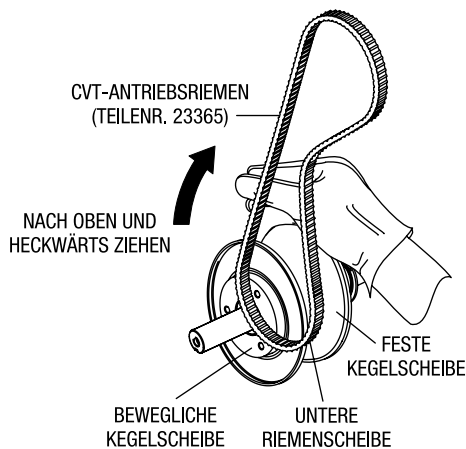

Abb. 31. Untere Riemenscheibe geöffnet halten
- Neuen CVT-Riemen auf die untere Riemenscheibe setzen. Den Riemen zusammendrücken (Abb. 31) und nach oben und in Richtung des Hecks ziehen. Dies drückt die beiden Seiten der unteren Riemenscheibe auseinander.